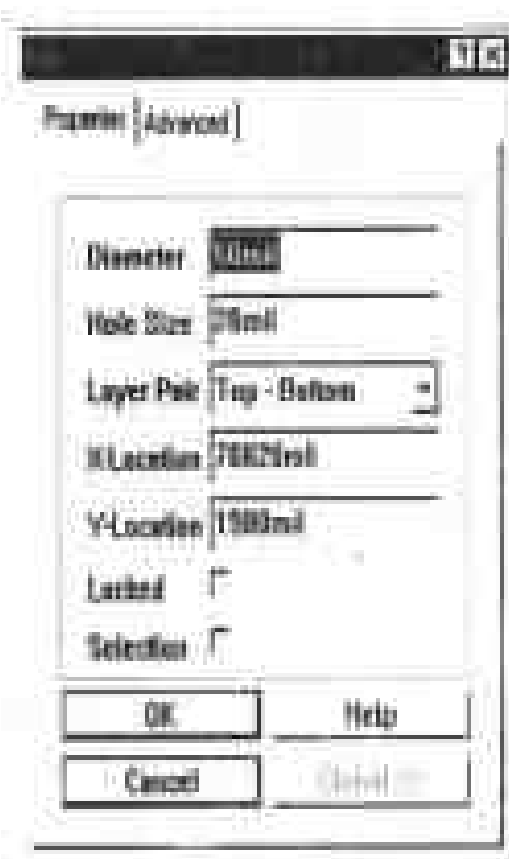
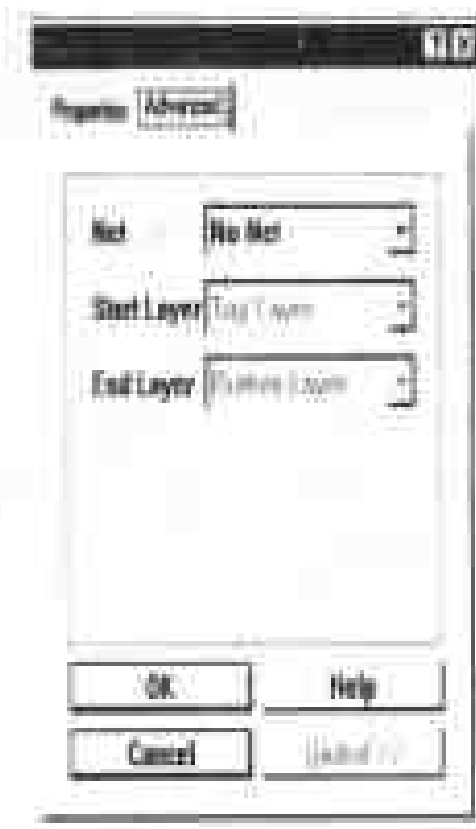

图 5-101 导孔属性设置对话框
图 5-102 Advanced 标签页
在导孔没有放下时，可以按动键盘的“Tab”键，设置导孔的属性。在导孔已经放下以后，用鼠标左键双击也可以设置导孔的属性。导孔属性设置对话框如图 5-101 所示。
1) Properties 标签页：Properties 标签页如图 5-101 所示，各设置项分别介绍如下：
2) Advanced 标签页：单击图 5-101 中的“Advanced”标签，就可进入 Advanced 标签页，如图 5-102 所示。